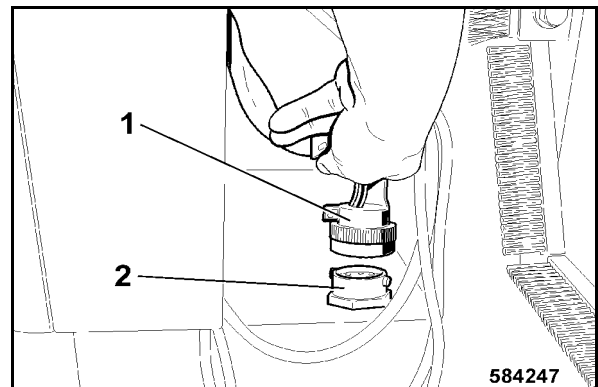

fig. 225
- Brancher le connecteur 1 (fig. 225) dans la prise (2).